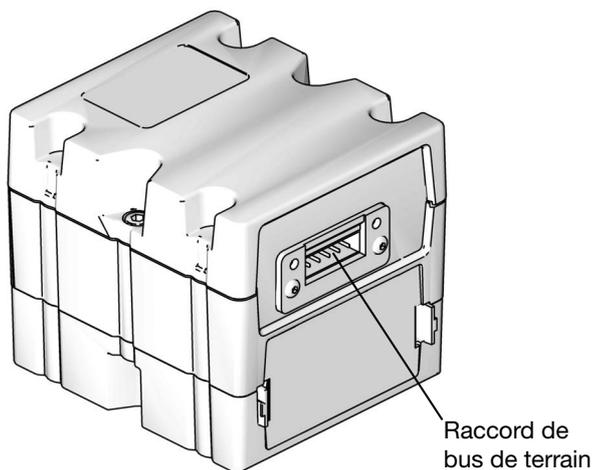

**FIG. 25: Emplacements des ports du moteur**
6. À l'aide des quatre vis de montage 10-32 du kit, montez la base (S) sur les trous percés.
7. Remettez le CGM (R) en place sur la base (S) et fixez-le avec les deux vis (T) retirées à l'étape 5.
8. Remontez le capot d'accès (U).
9. Branchez le câble CAN du kit au port 1 ou au port 2 (selon la disponibilité) se trouvant sur le moteur. Voir FIG. 25.